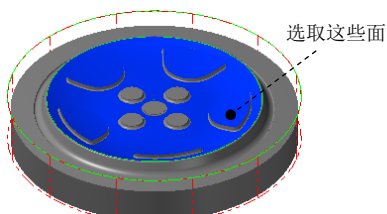

图 15.39 选取干涉面
(2) 单击 **检测** 区域中的  按钮，选取图 15.39 所示的面为干涉面（共 8 个），然后按 Enter 键。单击  按钮完成加工区域的设置，同时系统弹出“曲面精加工等高外形”对话框。